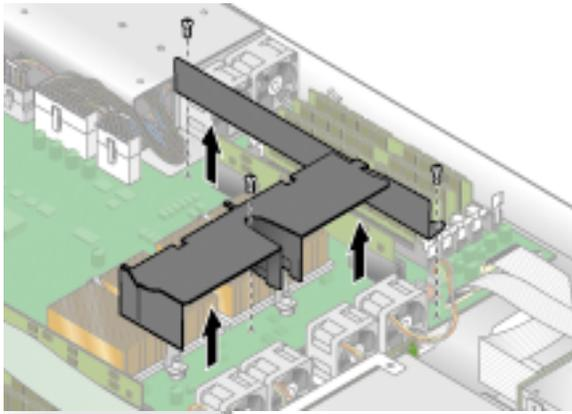

FIGURE 3-18 Retrait des déflecteurs d'air central et latéraux
2. Desserrez les trois vis qui fixent les déflecteurs d'air central et latéraux. Soulevez verticalement les déflecteurs pour les retirer (voir FIGURE 3-18):